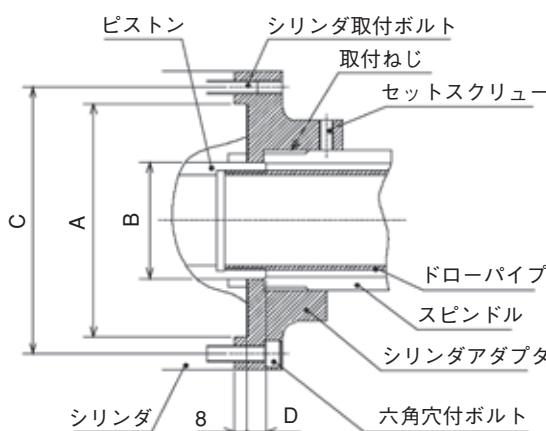

図 10 シリンダアダプタ取付部
- シリンダは旋盤スピンドル支持部にできるだけ接近させてください。シリンダアダプタの取付方法と振れの測定方法を一例として図示します。（図10、表9）